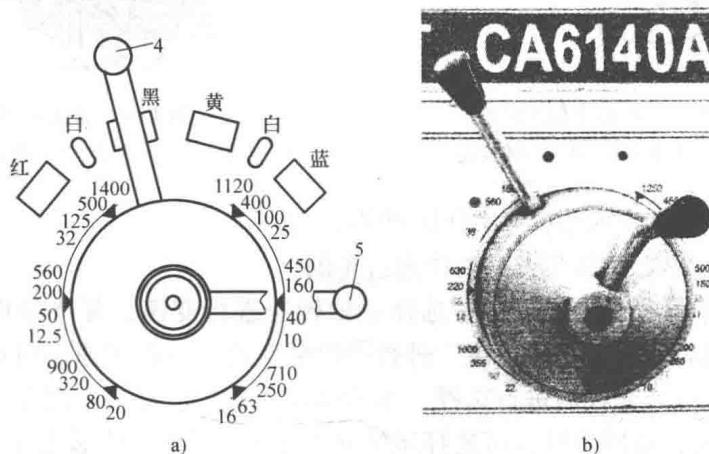

图 1-5 主轴变速手柄
(1) 主轴变速手柄 主轴变速手柄如图 1-5 所示，手柄 4 除两个空挡（白色）外，有四个大挡位，即红（转速最高），黑（转速次高），黄（转速次低），蓝（转速最低）。手柄 5 有六个变速组，其中每个变速组有四级转速值，这四级转速值分别对应着红、黑、黄、蓝，选择其中之一的转速值由手柄 4 来控制。图 1-5 中手柄 4 为扳至黑框挡位，是次高转速，手柄 5 对应的变速组也取其中的黑色（手柄 4 挡位框的颜色与手柄 5 各转速字体的颜色是相对应的），转速为 160r/min。